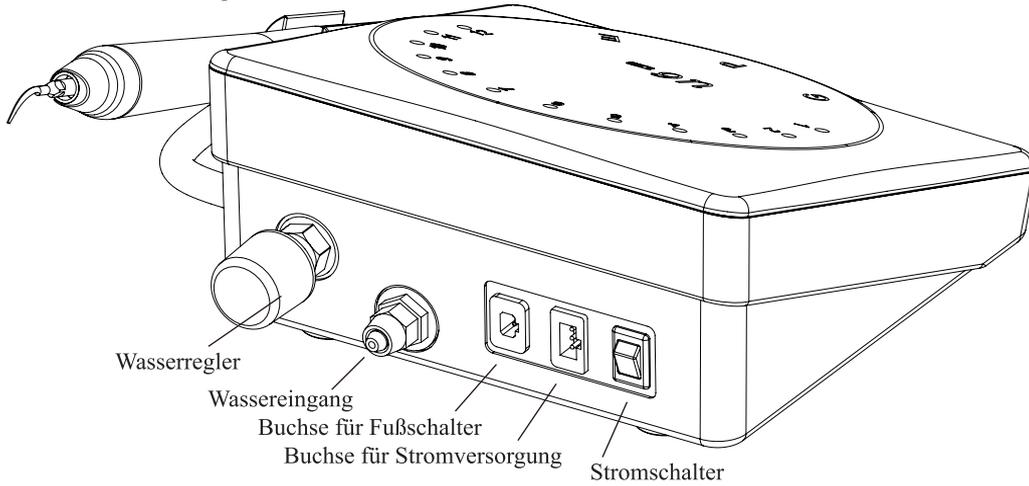

Bild 2
- 2.1.3 Stecken Sie den Stecker des Fußschalters in die Steckdose. (siehe Bild 2)
- 2.1.4 Verbinden Sie ein Ende der Wasserleitung mit dem Wassereingang und das andere Ende mit der sauberen Wasserquelle. (siehe Bild 2)